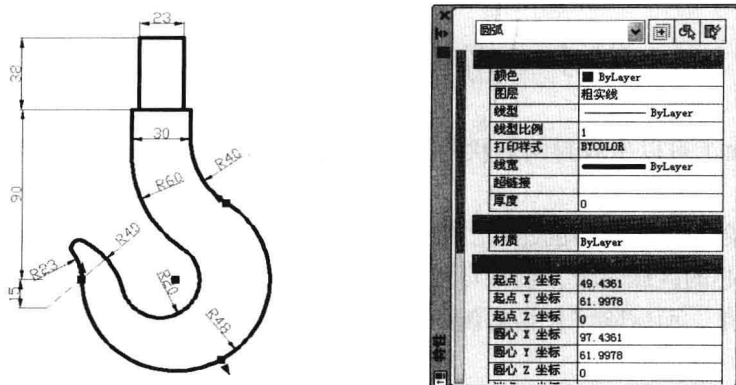

图 6-3-4
(1) 选择一个对象或者多个对象，对象会显示夹点，选择菜单命令“修改/特性”，或双击选择对象，弹出“特性”选项板，如图6-3-4所示，可修改所选对象的特性设置。